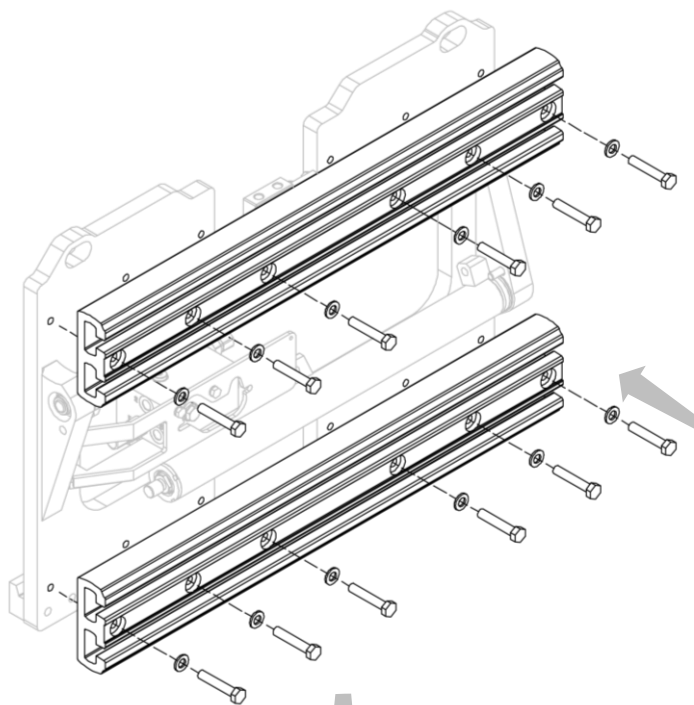
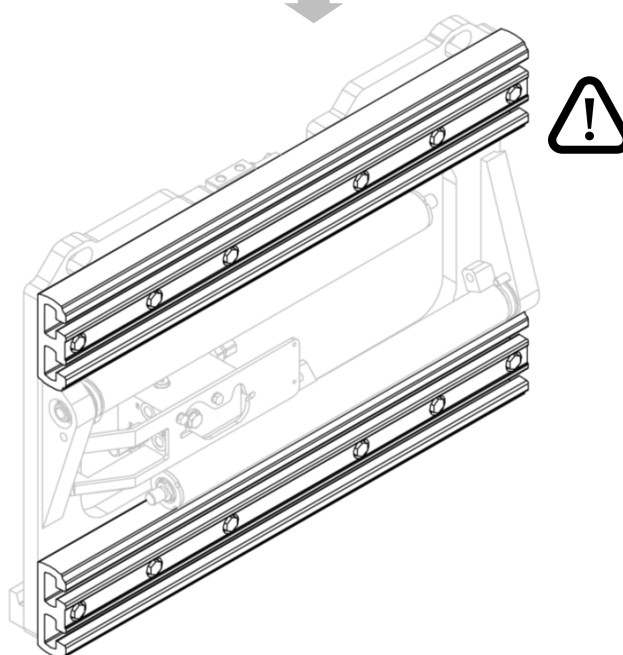

Figura 9
Figura 10
2. Instalar uno a la vez los perfiles de aluminio con los tornillos adecuados (mira *Figura 9* y *Figura 10*).